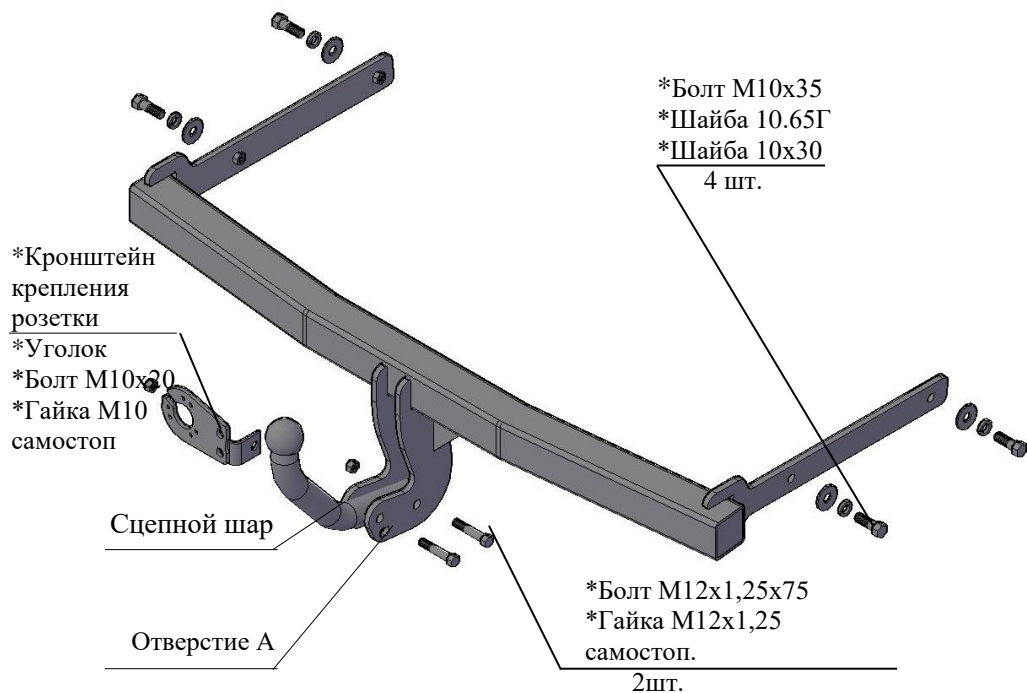

Рис.1 Тягово-сцепное устройство ТСУ 9711.
2.1 ТСУ 9711 в сборе (рис.1)	1 шт.
2.2 Пакет с комплектующими (см. рис.1)	1 шт.